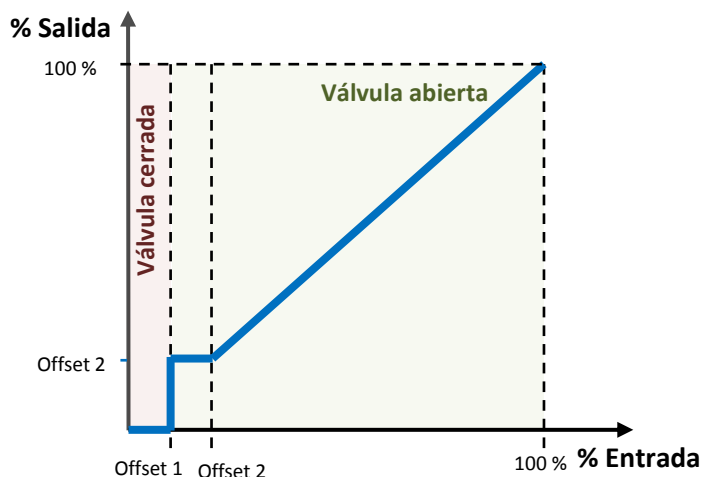

Figura 9 Porcentaje de salida en función de la consigna de entrada y los offsets.
- El **valor mínimo de la variable de control** que debe activar el ventilador, es decir, el mínimo valor de porcentaje exigible para que el actuador active el ventilador; los valores inferiores a este mínimo serán ignorados. Esto es lo que se indica como “Offset 1” en la Figura 9.
- La **velocidad mínima del ventilador**, es decir, el mínimo valor de tensión (en porcentaje) que permite observar movimiento en el ventilador. Este parámetro es útil cuando el ventilador no sea capaz de moverse con valores de tensión inferiores a un cierto límite. Es el "Offset 2" en la Figura 9.